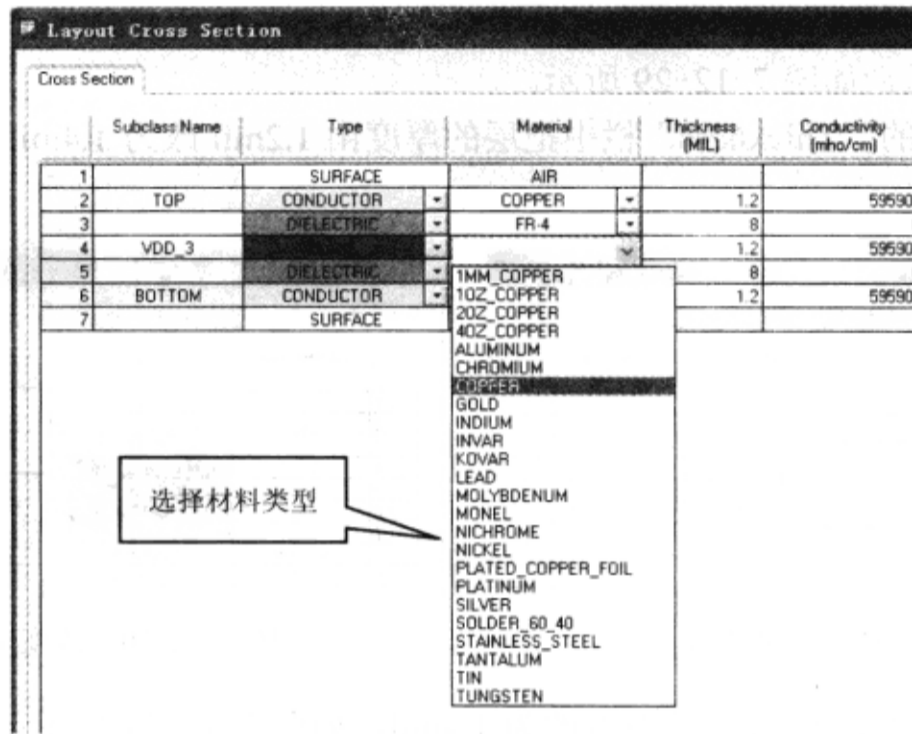

图 7-12-24 选择层介质
(7) 此时层的材料（COPPER）已被自动填充，单击第 4 层“Material”栏的小箭头还可选择其他材料，如图 7-12-24 所示。